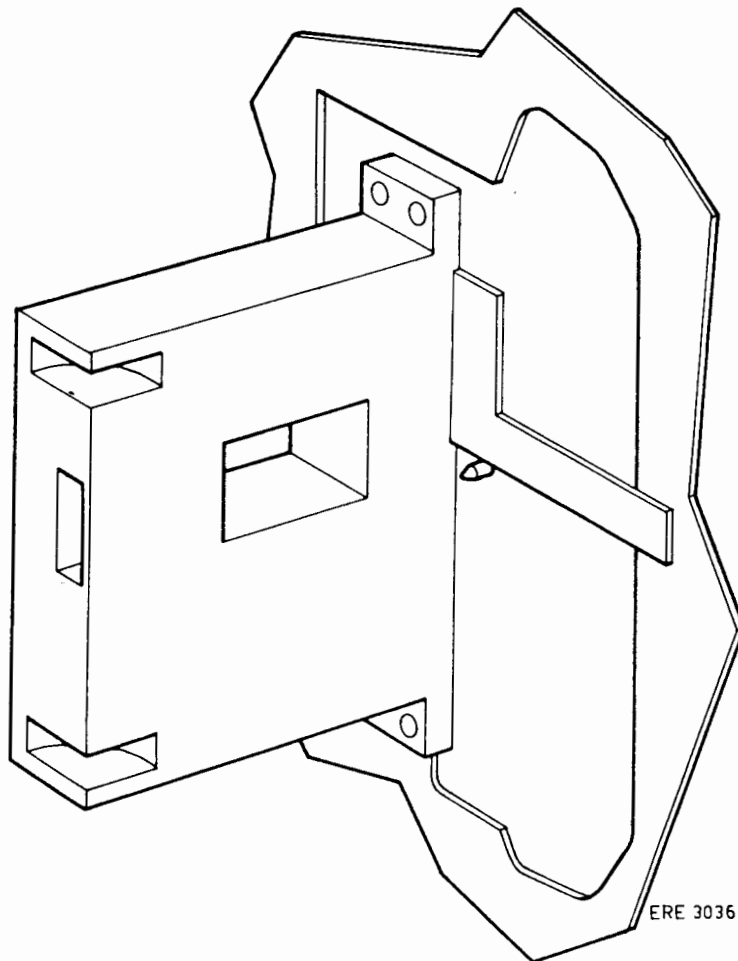

Fig. 3
Reposer équerre sur broche 1, fig. 3 et apporter un fin trait-repère sur le cabinet du projecteur.
- . Déplacer mécanisme pour que repères correspondent aux équerres placées selon fig. 3 et 4.
If rattle is audible, when the projector is operated without film, and if this rattle disappears when pivot screw K is turned in slightly further, this means that framing bushing D does not fit tight. The bushing should be replaced (see Service Notes, page 11, Fig.3).
Erzeugt der Projektor ohne Film einen rasselnden Ton, der bei geringem Eindrehen der Zapfenschraube K aufhört, so weist dies auf eine nicht ausreichend klemmende Bildverstellungsbuchse D. In solchem Falle ist die Buchse zu ersetzen (siehe Kundendienstanleitung Seite 11, Bild 3).